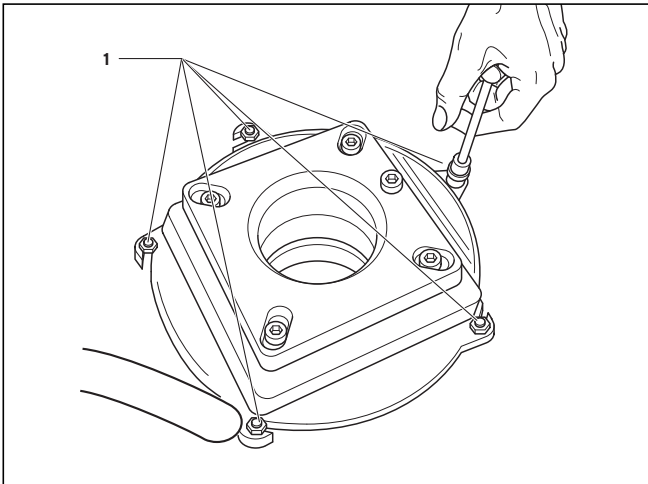

Fig. 7.6 Déblocage des écrous des collets
- Desserrez les cinq écrous pour retirer le collet du brûleur (1) (voir Fig. 7.6) (clé à fourche M 6).